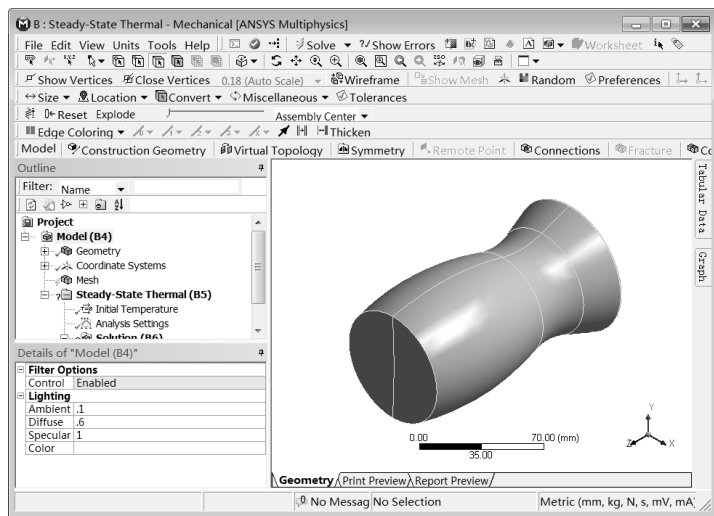

图 15-13 Mechanical 界面
Step1：双击主界面项目管理区项目 B 中的 B4 栏 Model 选项，进入如图 15-13 所示 Mechanical 界面。在该界面下即可进行网格的划分、分析设置、结果观察等操作。